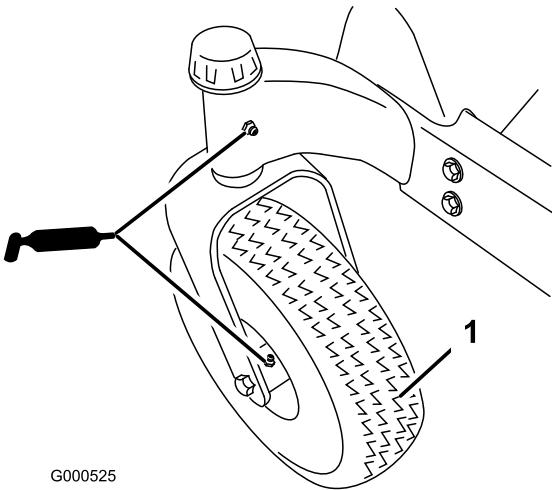
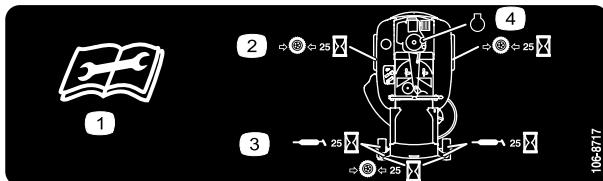

Bild 30
Bild 31
3. Reinigen Sie die Schmiernippel (Bild 30 und Bild 31) mit einem Lappen. Kratzen Sie bei Bedarf Farbe vorne von den Nippeln ab.
4. Setzen Sie die Fettpresse nacheinander an allen Nippeln an (Bild 30 und Bild 31). Fetten Sie die Nippel, bis das Fett beginnt, aus den Lagern auszutreten.